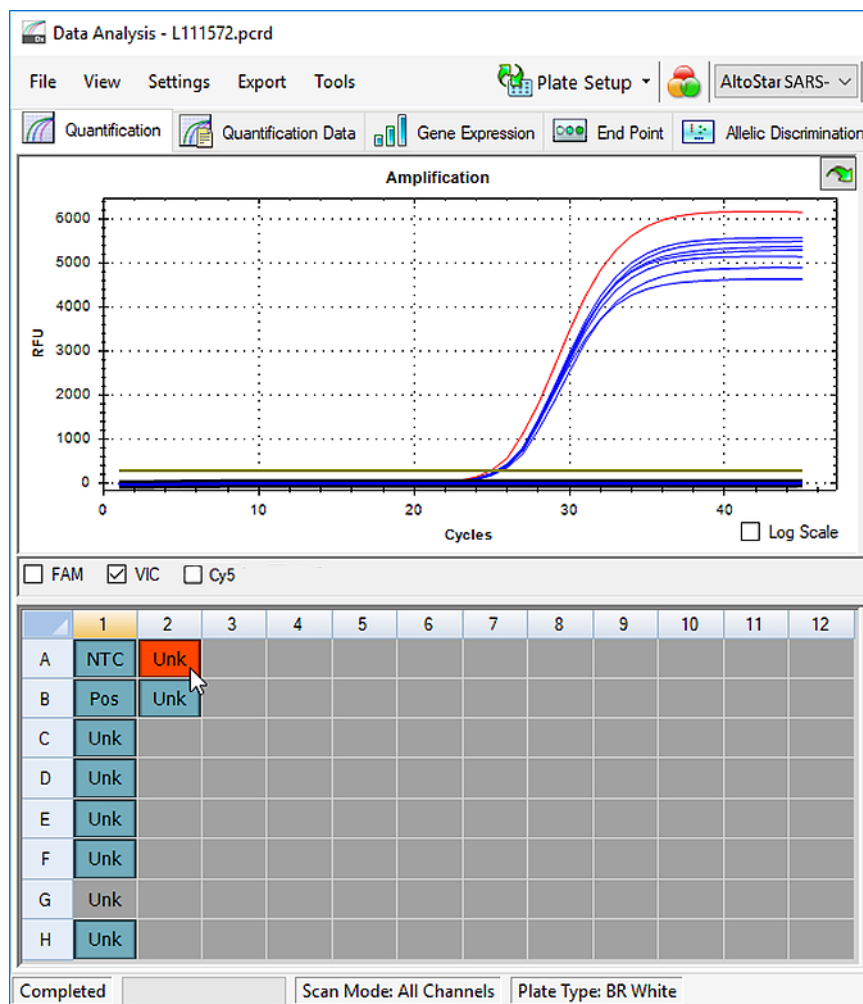

Figure 11: Fenêtre Data Analysis (Analyse des données) : puits non valide
3. Cliquez avec le bouton droit de la souris sur chaque puits contenant des données non valides conformément aux chapitres 7.6.8.2 Validité d'un PCR run de diagnostic à 7.6.8.3 Validité des résultats pour un échantillon, et sélectionnez **Well... → Exclude from Analysis** (Puits... → Exclure le puits de l'analyse) (voir les figures 11 et 12).